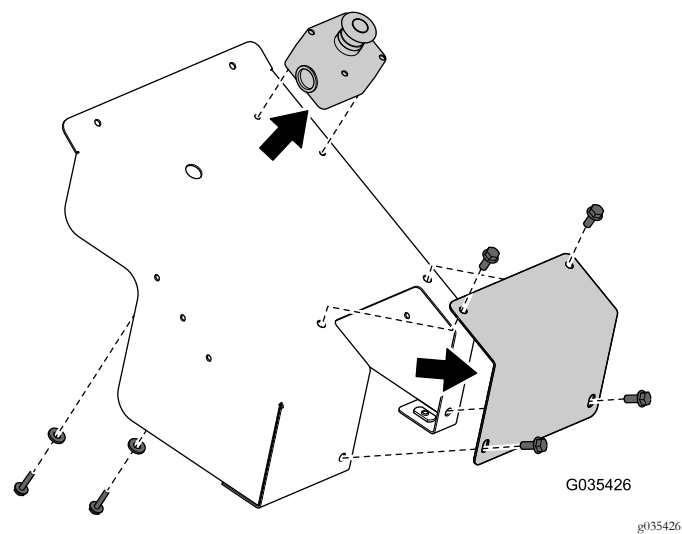

Figura 2
6. Rimuovete il gruppo del pulsante E-Stop e il coperchio di esclusione manuale dal coperchio, come illustrato nella Figura 2.